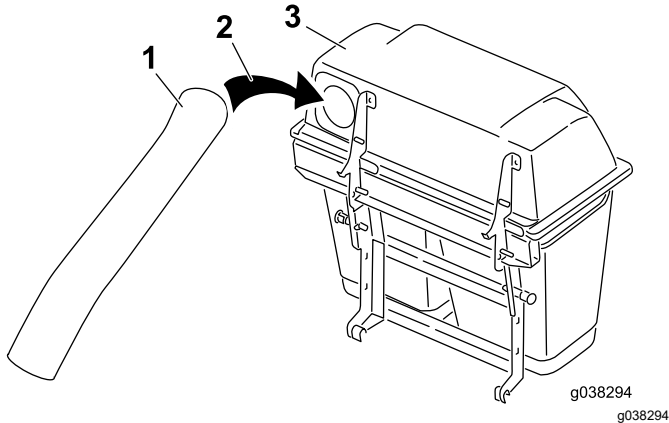

Bild 32
3. Setzen Sie das obere Rohr in die Öffnung am Heckfangsystem ein und ziehen es zurück, sodass die Füllkastendichtung hervorsteht (Bild 32).